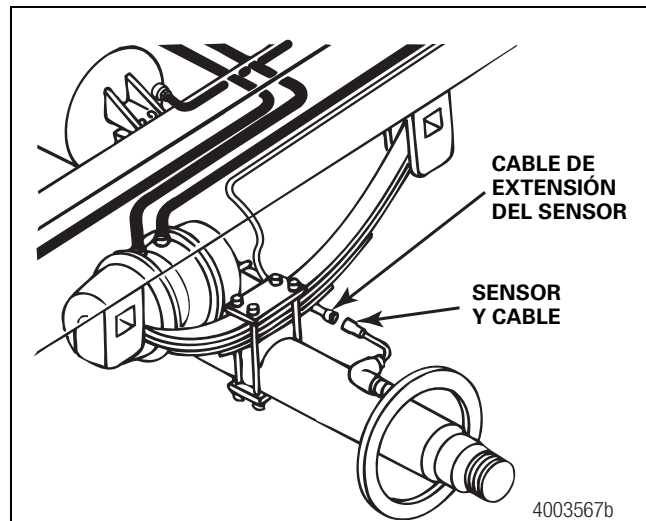

Figura 5
- Conecte el sensor y los cables en los ejes preparados a los cables de extensión de los sensores. Figura 5.
- Pase el cable del sensor por detrás del eje del remolque al conjunto de la ECU y la válvula moduladora única. Acompañe la manguera del freno con el cable. Figura 5.